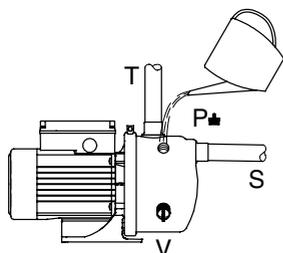

Рис. 5 Заливка насоса
Эжекторный клапан, поставляемый вместе с насосом, предварительно не установлен и должен монтироваться уже на месте эксплуатации. Для этого следует демонтировать пробку (V) сливного отверстия (см. рис. 5), и вернуть эжекторный клапан в отверстие.
1. Удалить пробку заправочной горловины (Р) (см. рис. 5).